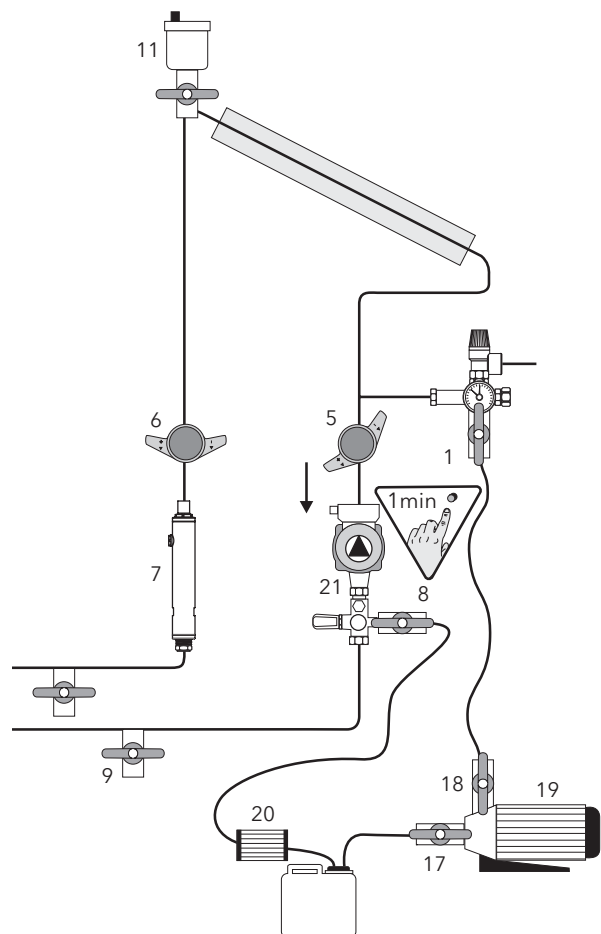

Bild 16 Pumpenstrang entlüften
- Saugschlauch von KFE-Hahn (9) abnehmen und an KFE-Hahn (8) anschließen
- KFE-Hahn (9) schließen
- KFE-Hähne (8) und (1) öffnen
- Kugelhahn (5) waagrecht stellen
- Kugelhahn (11) schließen
- Befüllpumpe (19) einschalten
- Befüllpumpe so lange betreiben, bis keine Luftblasen mehr im Flüssigkeitsbehälter (15) zu sehen sind
- Pumpenstrang und ggf. Solarkreispumpe entlüften (Bild 16)
- KFE-Hahn (8) schließen
- Bei Erreichen des gewünschten Anlagendrucks KFE-Hahn (1) schließen (s. Kap. 2.6)
- Kugelhahn (11) unter Automatikentlüfter zum Abscheiden von Restluft öffnen